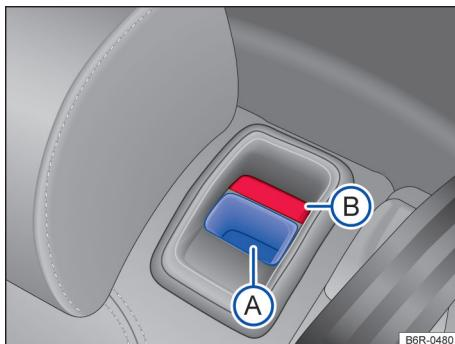

Fig. 60 Banco traseiro: botão de destravamento (A); marca vermelha (B).
- Puxar o botão de destravamento → Fig. 60 (A) para frente e, ao mesmo tempo, rebater o encosto do banco traseiro para frente.
- O encosto do banco traseiro estará destravado se uma marca vermelha no botão (B) estiver visível.
- A marca vermelha no botão → **Fig. 60 B** sinaliza que o encosto do banco não está travado. Verificar sempre se a marca vermelha não estará visível quando o encosto do banco traseiro estiver na posição vertical.